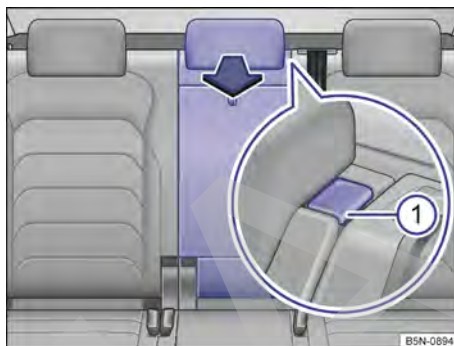

Fig. 198 En el respaldo del asiento trasero: apertura de la trampilla para cargas largas.
- Presione la tecla de desbloqueo → fig. 198 ⓘ y abata la trampilla hacia delante → ▲.